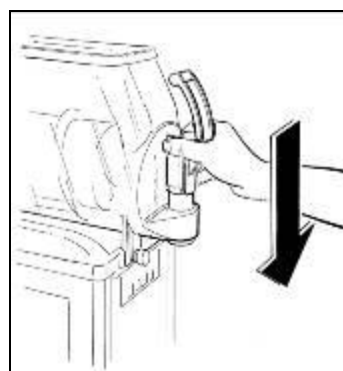

Fig. 18
- **R**imontare il rubinetto (fig.18) avendo cura di cospargere con grasso di vaselina le guarnizioni per agevolare lo scorrimento dello stesso nella propria sede fino al completo inserimento.